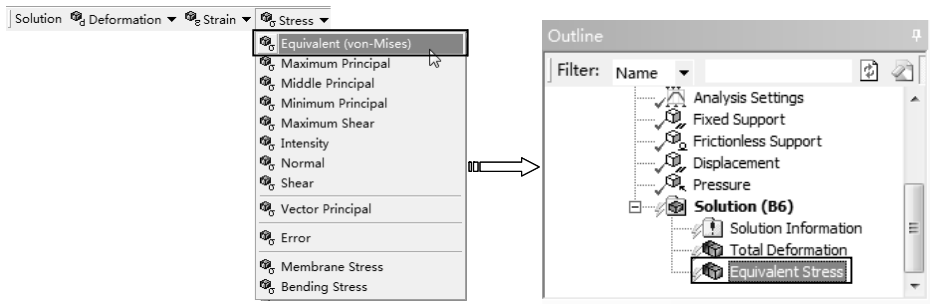

图 8-59 添加应力求解项
- 3) 求解应力。单击【Solution】工具栏上的【Stress】|【Equivalent (von-Mises)】命令，此时在分析树中插入【Equivalent Stress】项，如图 8-59 所示。